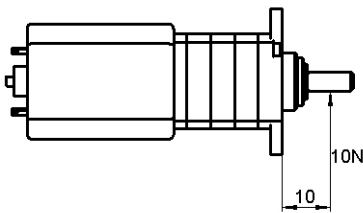

Abbildung 3. Einleitung Querkraft
2. Die beim Betrieb des DC-Motors mit Y-Planetengetriebe auf die Welle eingeleitete Querkraft darf 10N nicht übersteigen (Abbildung 3).